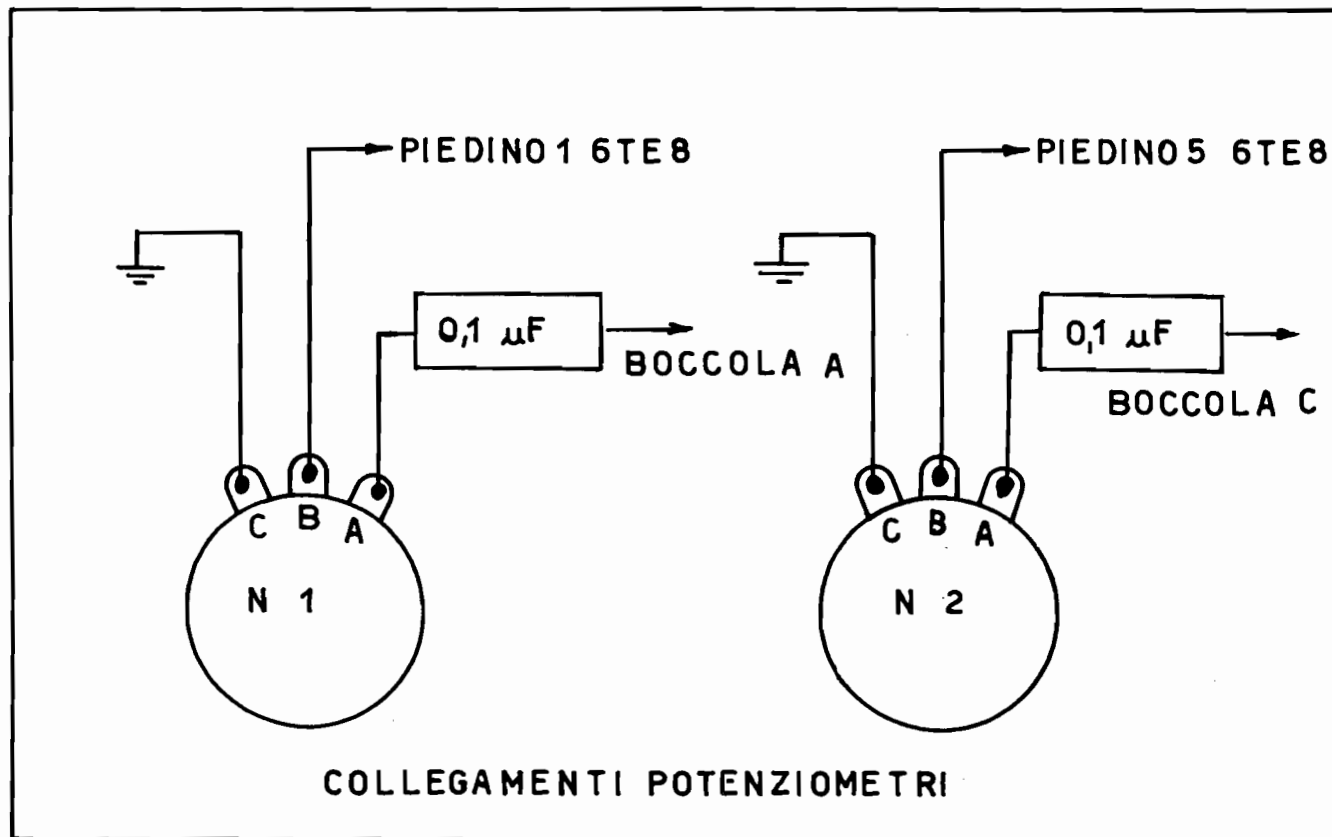

Fig. 7
d) - linguetta C del potenziometro n.2 a massa sul terminale LM2 (vedere fig.7) ;